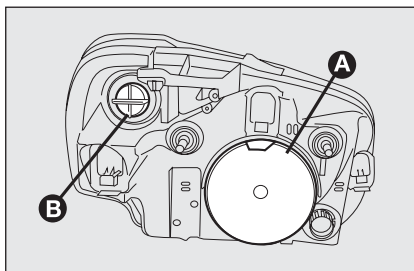
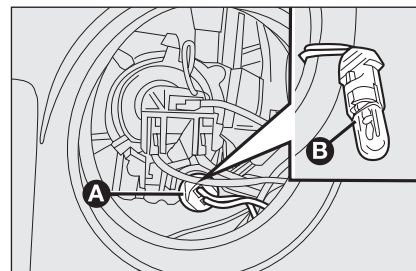

fig. 22
fig. 23
GRUPOS ÓPTICOS DELANTEROS fig. 22
- ☐ quitar la tapa de protección **A**-fig. 22;
- ☐ girar hacia la izquierda el portalámpara **A**-fig. 23 y sacarlo;
- ☐ montar la nueva lámpara, introducir nuevamente el portalámpara **A**-fig. 23 luego montar de nuevo la tapa de protección **A**-fig. 22.
- ☐ quitar la tapa de protección **A-fig. 22**;
- ☐ desenganchar el muelle sujeta-lámpara interviniendo en el sentido indicado por las flechas **fig. 22**;
- ☐ enganchar de nuevo el muelle sujeta-lámpara y montar de nuevo correctamente la tapa de protección **A-fig. 22**.
- ☐ gire hacia la izquierda la tapa de protección **B-fig. 22**;